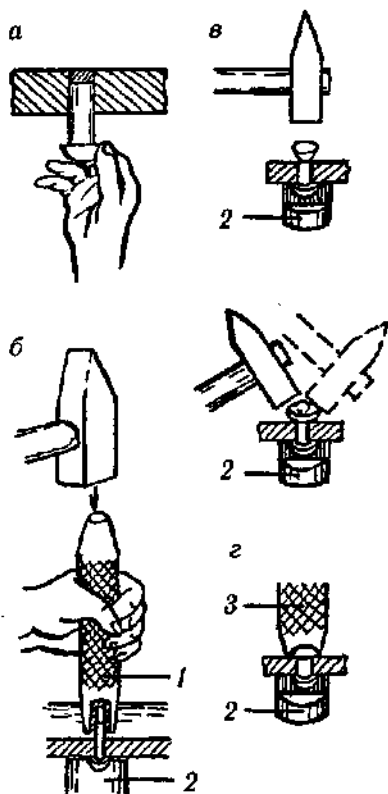

*Рис. 65 Виды заклепок: а — с плоской головкой; б — с полуконической головкой; в — с полупотайной головкой; г — коническая заклепка с подголовкой.*
**Неразъемные соединения.** *Заклепки* применяются для скрепления элементов изделий небольшой толщины, в основном из листовых материалов. Состоят они из стержня и закладной головки (рис. 64). Наиболее распространенными являются заклепки, представленные на рис. 65.